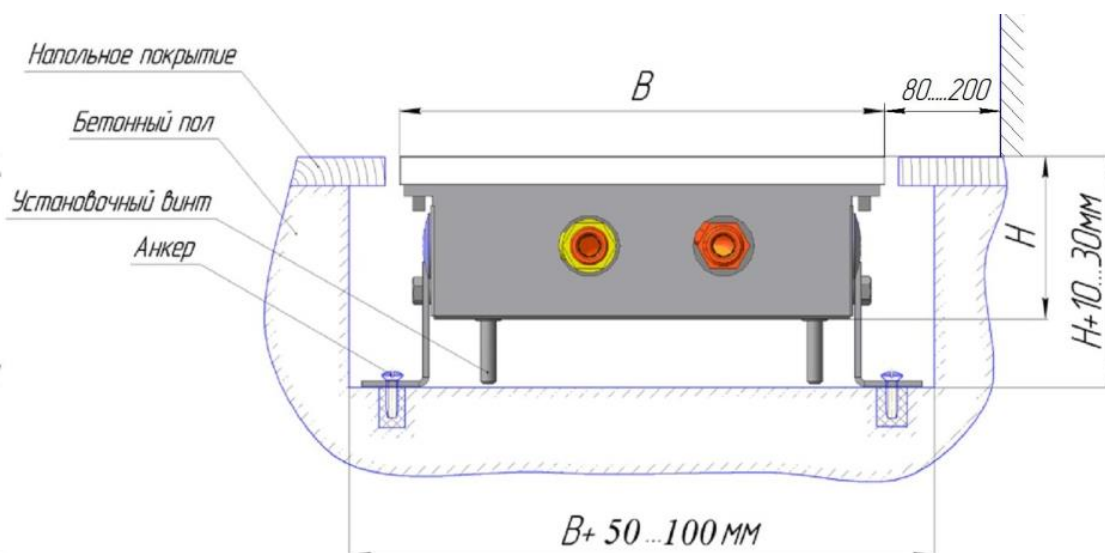

Рис. 2. Установочные размеры.
7.11. Корпус конвектора должен быть установлен строго горизонтально в выполненной в полу нише, глубина и ширина которой зависит от высоты и ширины корпуса (см. рис. 2.). Высота ниши должна быть равна высоте корпуса конвектора плюс 10...30мм; ширина ниши должна равняться ширине конвектора плюс 50...100мм; рекомендуемое расстояние от стены составляет 80...200мм.